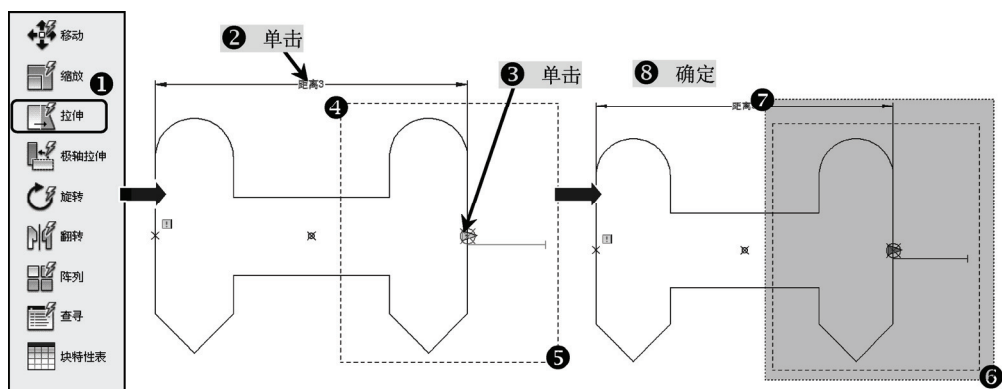

图 9-11 拉伸动作操作
3) 在“动作”选项卡中单击“拉伸”工具按钮, 选择刚才绘制的标签, 提示指定关联的参数点, 单击右端竖直线段的中点, 提示指定拉伸框架的第一个角点, 框选图形的右边部分, 提示要旋转拉伸的对象, 框选图形的右边部分并确定, 如图 9-11 所示。